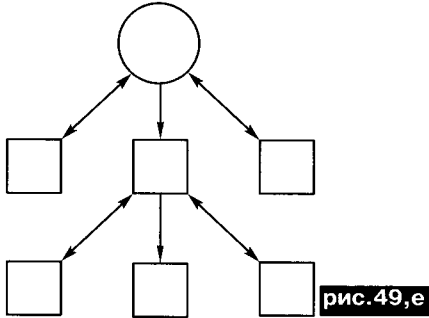

рис.49,е
- сотовая (cellular topology, рис.49, ж).